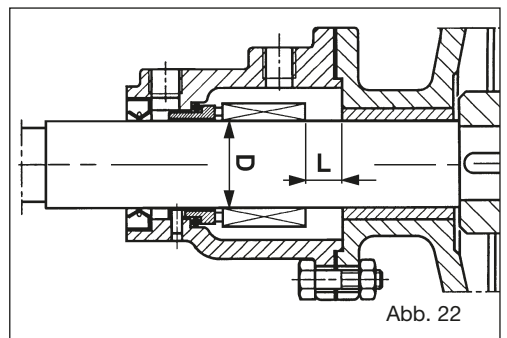

Abb. 22
- Die Baugruppe Flansch-Halterung (09) einsetzen.
**Anm.: die Tabelle gibt den Durchmesser D der Welle und den Abstand L zwischen der Dichtung (66) und der Baugruppe Flansch-Halterung (09) an, wenn diese nicht blockiert ist, sondern auf der Rückseite des Rotors aufliegt (Abb. 22).**
- Den festen Teil (66.6) sorgfältig in der Dichtungshalterung (80) montieren.
- Die Dichtungslippe (68) in der Dichtungshalterung (80) montieren.